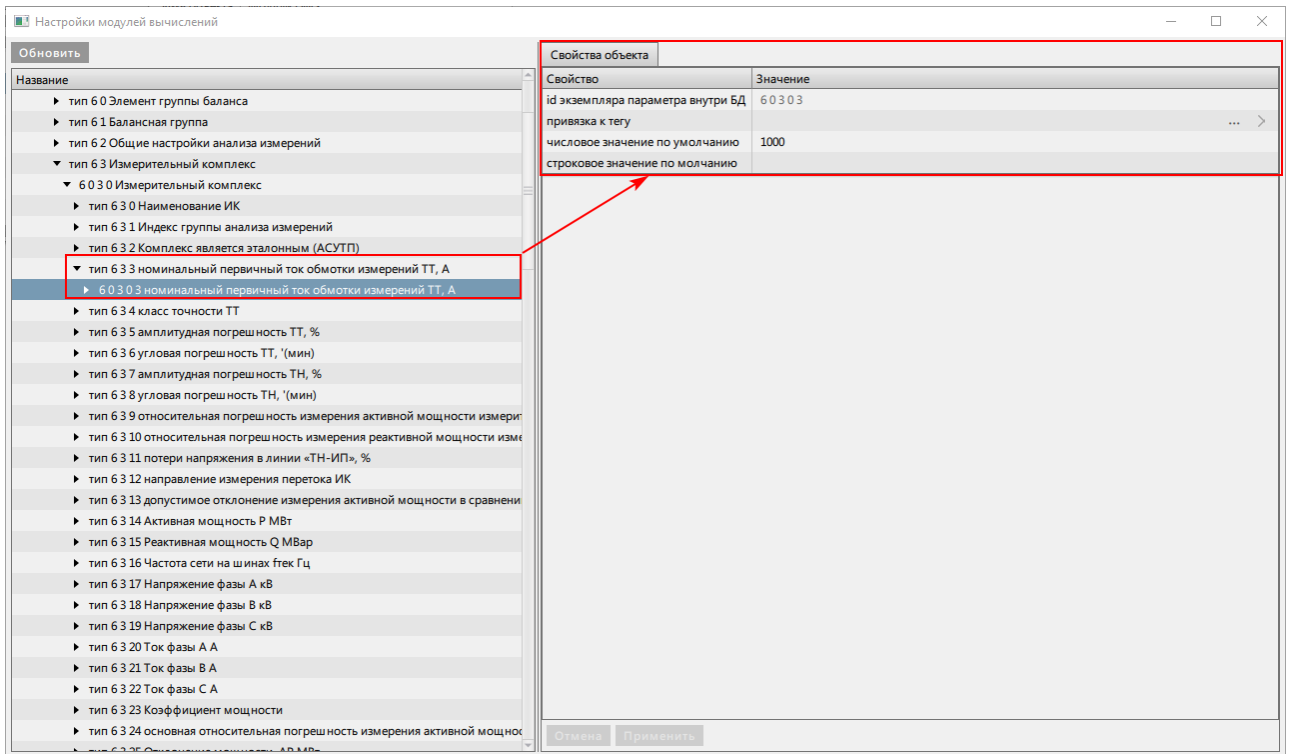

Рисунок 439 - Свойства объекта
1. Раскройте узел параметра компонента. В правой части окна появится область **Свойства объекта** (Рисунок 439).